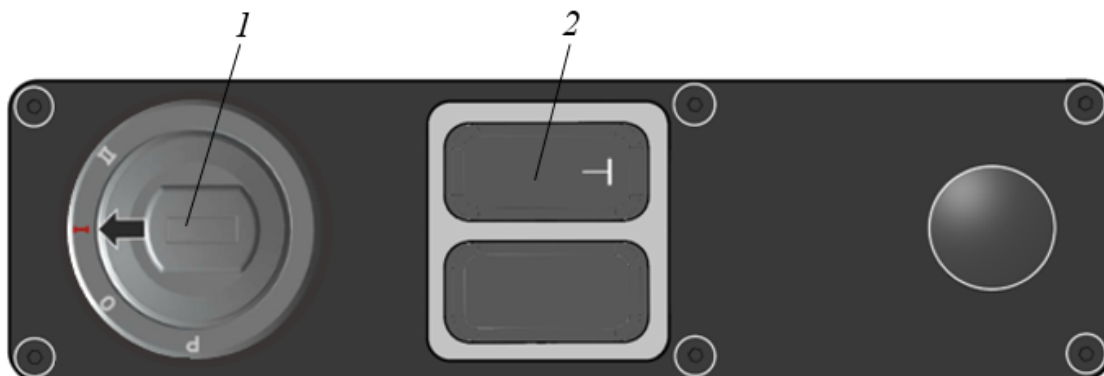

Рисунок 3.35. Органы управления правой тумбы
- ▶ Уменьшить обороты двигателя до минимальных холостых и заглушить двигатель, повернув ключ в замке зажигания из положения «I» в положение «0», поз. 1, рис. 3.35. Дополнительно см. п. 3.3.5. «Пуск / останов двигателя».